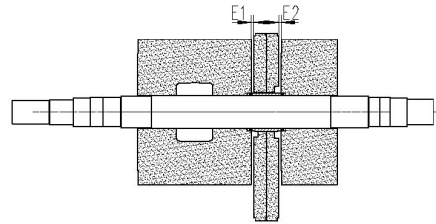

图 16
1) 将两级叶轮、一级后分配板、二级前分配板和中间轴套锁紧成组件，测量总间隙 $T=E1+E2$ （见图 16）， T 的数值应该在附表 6 要求的总间隙范围内，如果不在范围内应该通过在中间轴套上加垫或者车短轴套来满足要求。